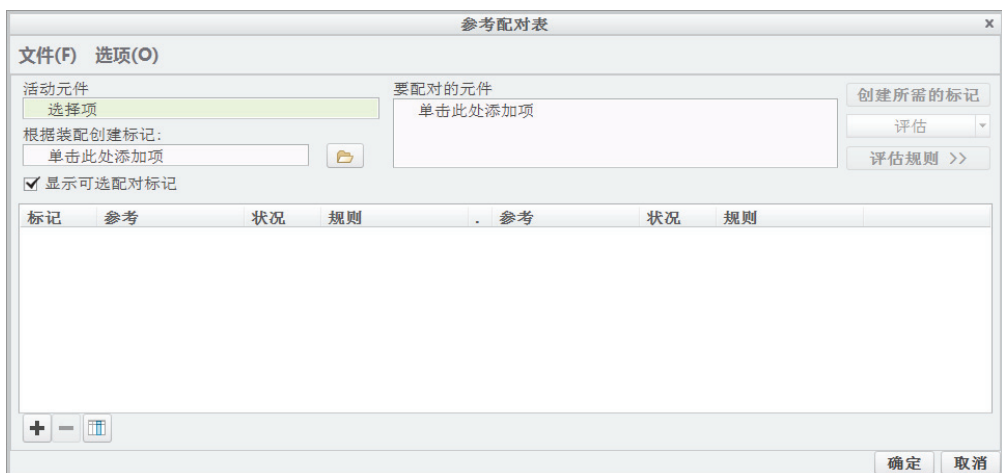

图 10-70 “参考配对表”对话框
5) 在功能区的“模型”选项卡的“参考配对”组中单击（参考配对表）按钮，打开图 10-70 所示的“参考配对表”对话框。